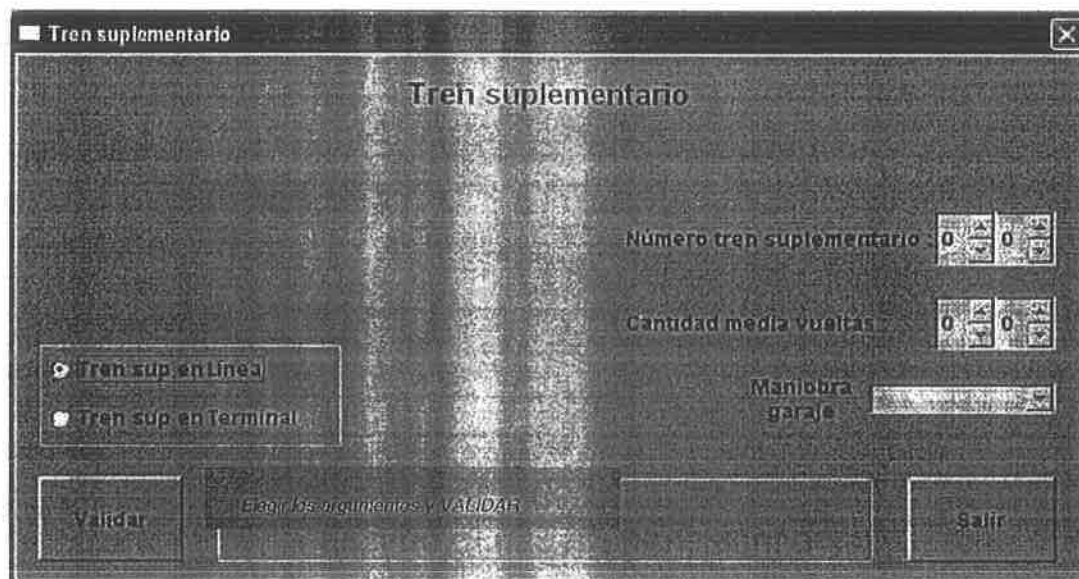

Fig. 31. Ventana “ Tren suplementario ”
• Seleccionar en el sinóptico la opción “ Tren suplementario ” Elegir el tipo de tren suplementario (en Línea o en terminal)(Ver Fig 31)	La ventana “ Tren suplementario ” aparece en la pantalla.